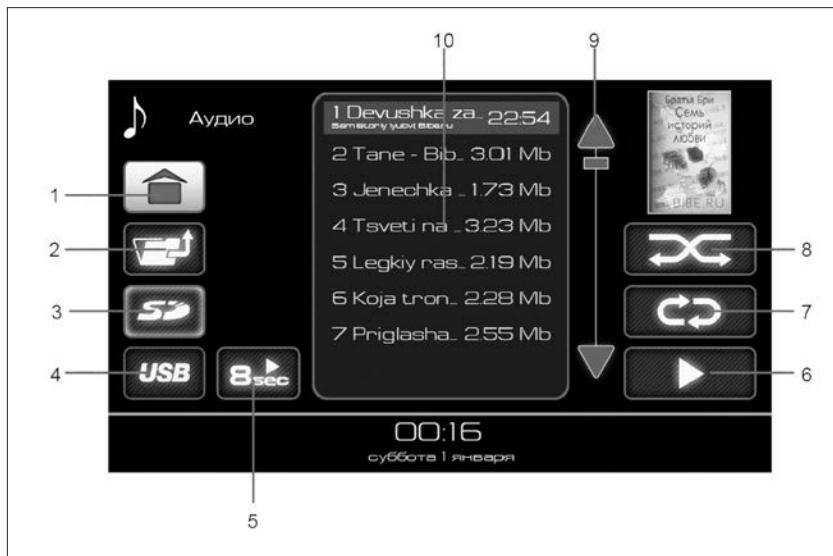

Рис. 56. Окно списка аудиофайлов
Доступные для воспроизведения аудиофайлы и папки отображаются в списке (10) на рис. 56. Двойное нажатие на изображение папки
отобразит список аудиофайлов в этой папке. Для выхода из папки нужно нажать кнопку **1** (рис. 56).
- двойное нажатие на выбранный аудиофайл позволяет воспроизвести именно его, при этом доступна кнопка включения режима повторного воспроизведения (кнопка **7**, рис. 56).
- нажатие на кнопку воспроизведения аудиофайлов (кнопка **6**, рис. 56) позволяет воспроизвести все аудиофайлы, находящиеся в списке (10) (рис. 56).
- выбор папки одиночным нажатием на изображение папки, в списке (10), а затем нажатие кнопки воспроизведения аудиофайлов (кнопка **6**, рис. 56), позволяет воспроизвести все аудиофайлы, находящиеся в выбранной папке и ее подпапках.